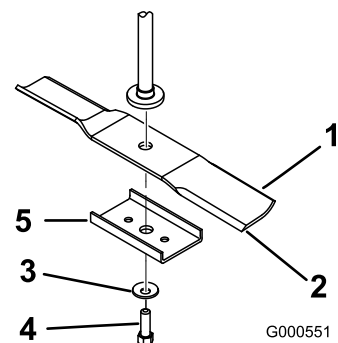
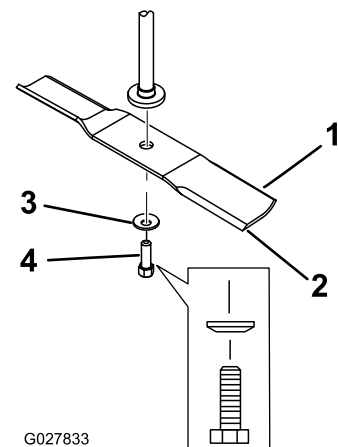

Figura 51
Figura 52
2. Retire el refuerzo de la cuchilla (solo en carcasas de 81 cm [32"]), el perno de la cuchilla, la arandela curva y la cuchilla del eje del perno (Figura 51 y Figura 52).
1. Instale la cuchilla en el eje (Figura 52).
2. Instale el refuerzo de la cuchilla (carcasas de 81 cm [32"] solamente), la arandela curva (con la copa hacia la cuchilla) y el perno de la cuchilla (Figura 52).